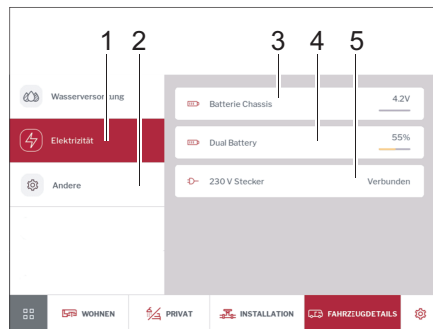

Bild 281 Elektrizität und Innentemperatur
- Auf Schaltfläche *Elektrizität* (Bild 281,1) tippen.
Es werden die Batteriespannung des Fahrzeugs (Bild 281,3), der Ladezustand der Aufbaubatterie in % bzw. die Ladespannung der AGM Batterie in Volt (Bild 281,4) und der Zustand der 230-V-Einspeisung (Bild 281,5) angezeigt.
- Auf Schaltfläche *Andere* (Bild 281,2) tippen.